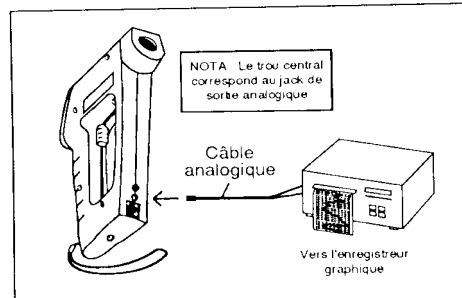

Figure 2-7. Raccordement de l'enregistreur
4. Pour enregistrer le profil de température d'un bout à l'autre de la surface, relier le thermomètre infrarouge à un enregistreur graphique . Se reporter à la Figure 2-7 pour plus de détails. Le thermomètre IR fournit une sortie analogique de 1 mV/degré.
4. Pour enregistrer le profil de températures de la surface mobile, relier le thermomètre infrarouge à un enregistreur graphique. Se reporter à la figure 2-7 pour plus de détails.
2. Relier la sortie analogique du thermomètre à un enregistreur graphique comme le montre la figure 2-7.